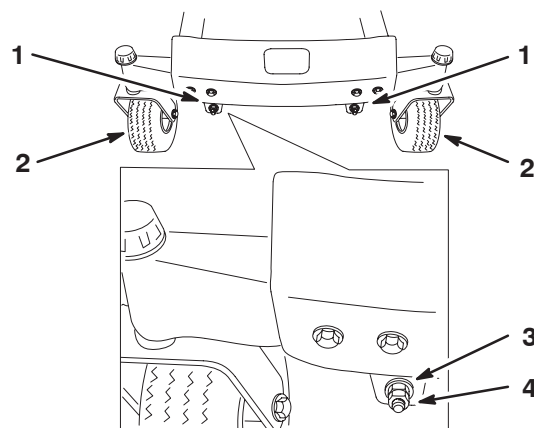
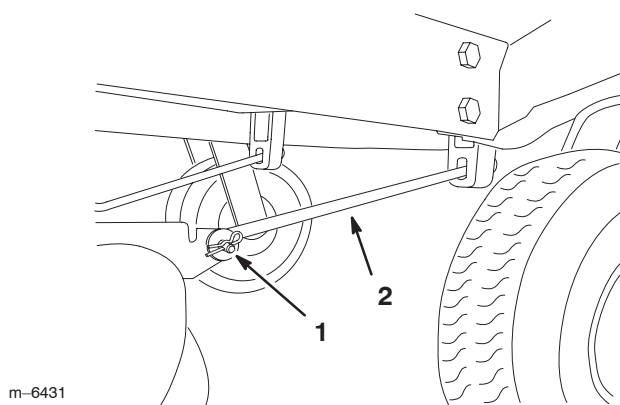

Figure 41
Figure 43
10. Pour régler l'inclinaison avant/arrière des lames, retirez les contre-écrous et tournez les écrous de réglage à l'avant du plateau de coupe (Fig. 41).
12. Après avoir réglé uniformément les deux écrous, contrôlez de nouveau l'inclinaison avant/arrière. Poursuivez le réglage des écrous jusqu'à ce que la pointe avant de lame soit de 1,6 à 7,9 mm (1/16 à 5/16 pouce) plus basse que la pointe arrière (Fig. 41).
Remarque : Après avoir réglé les écrous de réglage, vérifiez qu'**aucune** des tige de support ne présente de **jeu** (Fig. 43). Serrez l'une ou l'autre pour supprimer le jeu (Fig. 41).
4. Retirez la goupille fendue et l'axe de chape de la tige de support avant de chaque côté du plateau de coupe (Fig. 43).
7. Fixez les tiges de support avant à la machine à l'aide des axes de chape et des goupilles fendues (Fig. 43).